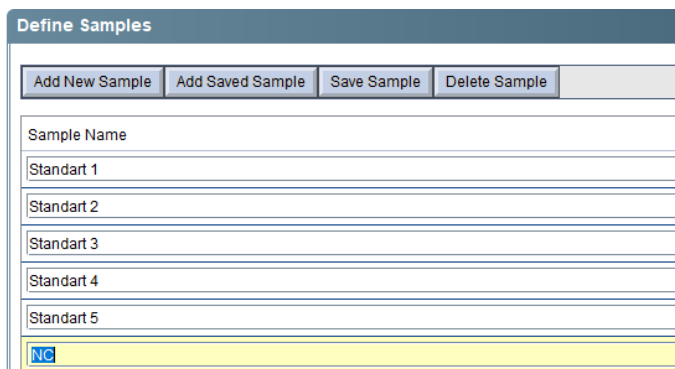

Рисунок 15
9. Переименовать образцы в **Standart 1, 2, 3, 4, 5** и **NC** (рисунок 15).